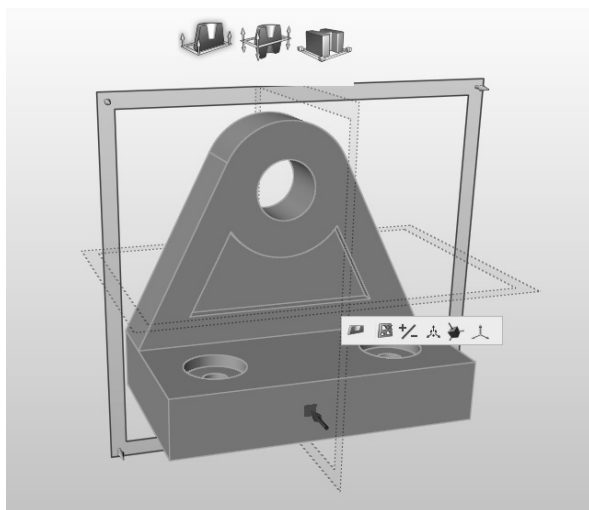

图 2-19
1) 双击蓝色平面编辑拔模方向, 视窗中会出现一个小对话框, 如图 2-19 所示。